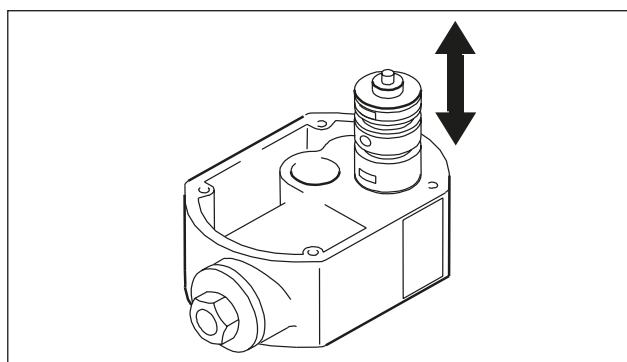

Fig. 18: Montaggio della valvola di comando interna
- La valvola dell'aria di comando viene sostituita come unità completa (Fig. 18).